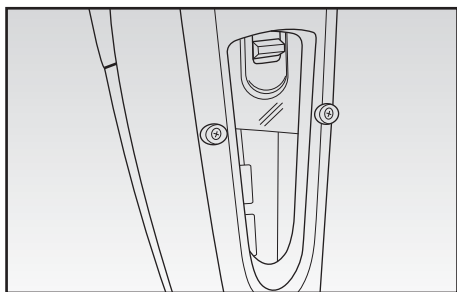

Fig. 7
- Dalla parte posteriore dell'apparecchio, verificare se il contenitore della polvere (F) è pieno (Fig. 7).